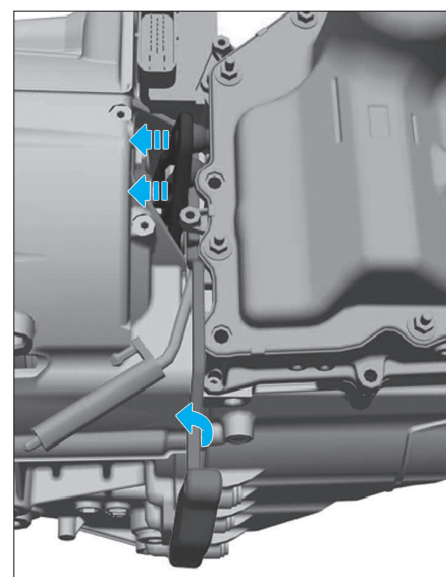

Fig. 15
- Tourner le levier de montage [1] vers la gauche. Repousser les leviers d'embrayage (Fig.15).